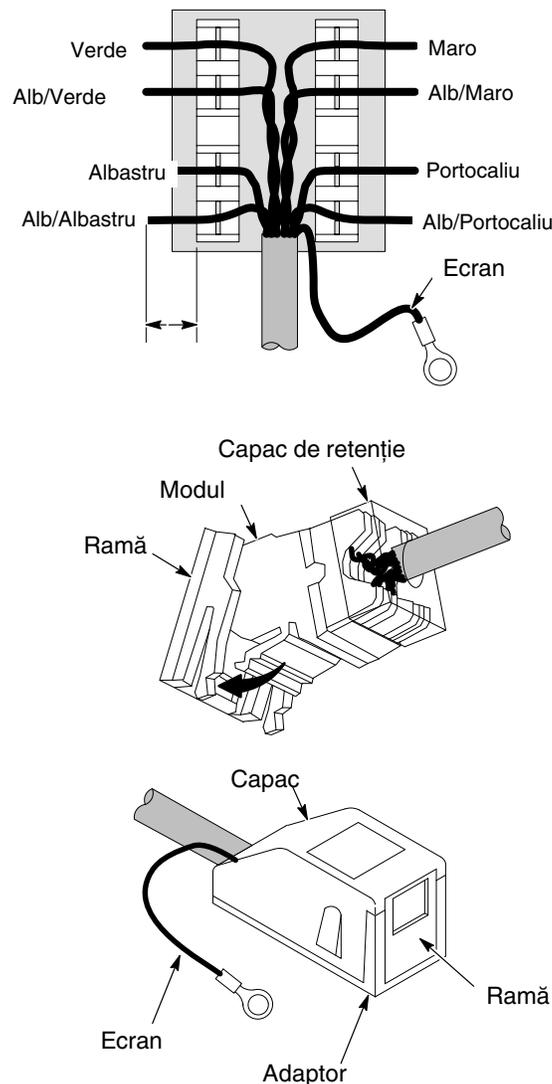

Figura 3-11 Conexiunea cablului ethernet la modulul de terminare
6. A se vedea Figura 3-11. Aranjați firele perechii răsucite din modul conform schemei de cablare T568-B, cu capetele la cel puțin 1/4 in. prin borne. Mențineți răsucirile firelor cât mai aproape posibil de borne. Folosiți un instrument de sertizare 110 pentru a fixa firele.